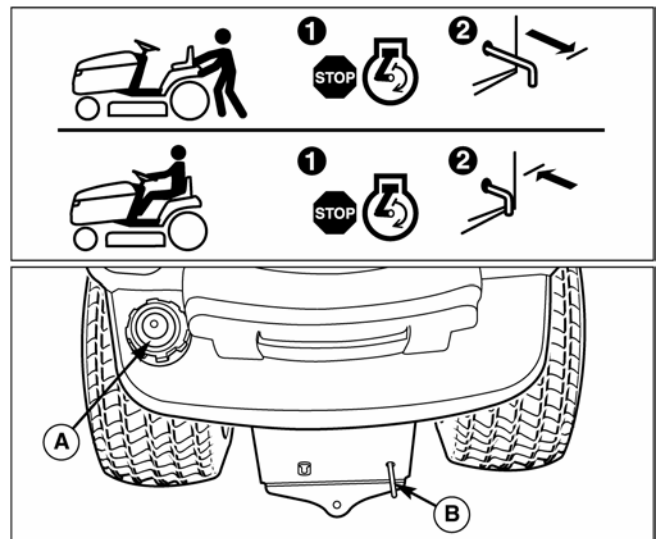

Рис. 3. Рычаг отключения трансмиссии и топливный бак
1. Снимите крышку бака (А, рис. 3).
2. Потяните рычаг отключения трансмиссии (B, рис. 3) назад примерно на 6 см. для блокировки в положении отключения.